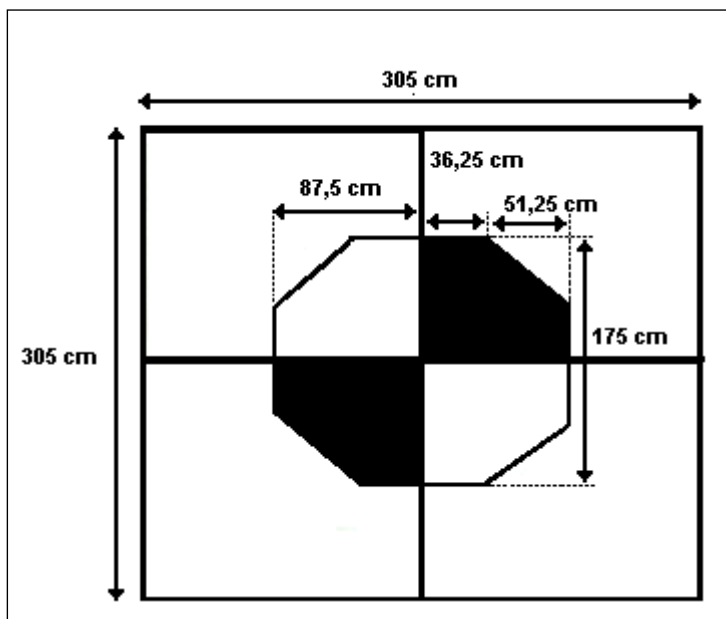

Fig 7-44. Modelo do alvo de enquadramento
b. Procedimentos preliminares para realização do PMI (Fig 7-44 a 7-49)
(1) O alinhamento do aparelhagem de pontaria do Can deve ter sido realizada.
(2) Instalar o sensor de vento lateral.
(3) Ligar a chave geral das baterias.
(4) Selecionar um alvo que possua bordas em ângulo reto e esteja a 1200 metros de distância. Pode ser usado um alvo de equadramento. Manter a linha de visada próxima da horizontal, de modo a não permitir um grande ângulo de elevação.
(5) Assegurar que o controle de vida restante do tubo (1) contenha o valor correto.
(6) Estimar e registrar a temperatura ambiente (+/- 10°F), usando o botão de controle da temperatura do ar (2).
(7) Estimar a altitude em metros e introduzir no computador, usando o botão de controle de altitude (3).
(8) Selecionar APDS (4) ou HEAT (5) no botão da munição, para o tipo de munição usada. A chave HEAT deve sempre estar em M456.
(9) Ligar e aquecer o motor, mantendo a rotação entre 800 e 900 RPM, a menos que as condições não permitam.
10) Ligar a chave unidade de controle do At (6).
- (11) Ligar a chave geral do sistema hidráulico.
- (12) Ajustar o controle do retículo(7), até que o retículo do canal diurno esteja visível contra o alvo.
- (13) Ajustar os controles de brilho (8) em ambas as unidades seletora de munição.
- (14) Ajustar o controle de luz (9), para o brilho desejado.
- (15) Selecionar a tecla de modo movimento/ estacionário (10), para estacionário(11).
- (16) Selecionar a tecla de seleção telêmetro/manual (12), para RANGERFINDER.
- (17) Selecionar a tecla de vento lateral (AUTO/ MANUAL), para AUTO.
(18) Selecionar os controles de direção comum(14) e elevação comum (19), para zero. Girar para zero, sem esforço, para minimizar a folga.
(19) Selecionar os controles de direção (16) e elevação (17), para zero, para os tipos de munições que estão sendo zerados. Girar de +/-3 para 0 (zero), sem forçar, para minimizar a folga.
(20) Assegurar-se que a tecla de seleção do modo de regulagem (NORMAL/BORESIGHT) (18), para NORMAL. Realizar os procedimentos de operação.
d. Procedimentos de operação (Fig 7-44 a 7-49)
(1) Olhar pela ocular do telêmetro laser(19) com a chave 6X/12X (20) em 12X. Operar o punho de controle do Cmt CC para apontar o retículo sobre o ponto de pontaria do alvo. Apontar da esquerda para a direita e de baixo para cima.
(2) Instalar os filtros de segurança laser nas oculares do telêmetro laser, dispositivo diurno e luneta M105D.
(3) Pressionar e soltar o botão RESET(21).
(4) Colocar a chave de modo(22) do telêmetro laser para AUTO(23).
(5) Pressionar e soltar o botão RANGE(24). Assegurar-se que a distância do alvo foi alimentada para o computador (indicador GO(25) aceso). Anotar a distância indicada no prisma de visão (26). Caso contrário, repetir os itens 3 e 5, acima.
(6) Colocar a chave seletora de modo(22) em TEST(27).
(7) Repetir os itens 1 até 7, caso a energia elétrica seja interrompida durante o teste.
(8) Pressionar a chave seletora de munição para: HEAT(28), HEP/ WP(29), FSDS(30) ou APDS(31). A chave se acenderá quando acionada.